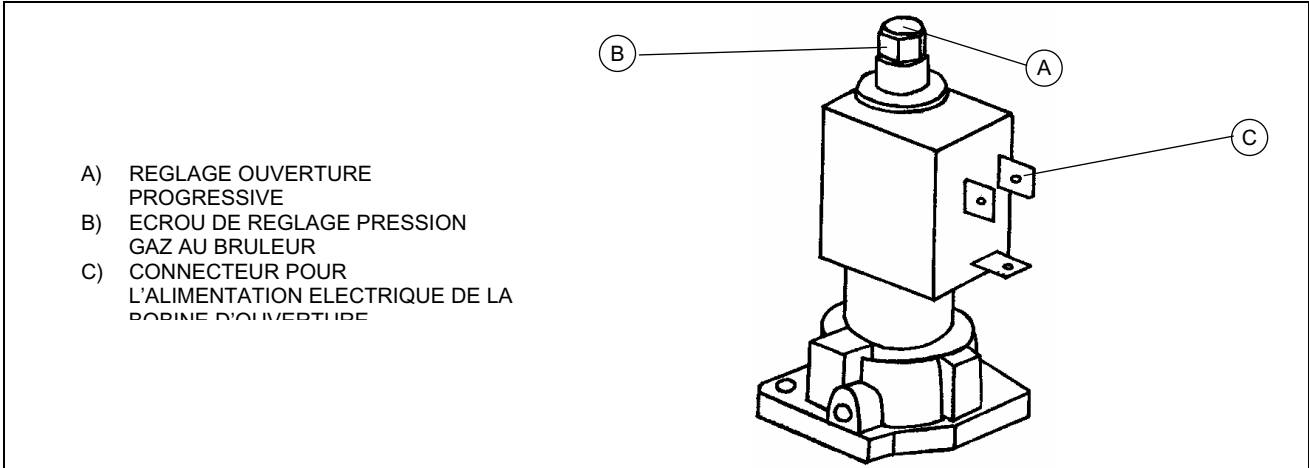

Figure 20 – VANNE HONEYWELL
- Régler la pression au brûleur avec la vis B en Figure 20 à la valeur indiquée dans le Tableau 2, en tournant en sens horaire pour l'augmenter ou en sens inverse horaire pour la diminuer (pour l'opération utiliser une clef à tube de 8 mm).
Vérifier que la vis de réglage B soit fermée (Figure 20) en cas contraire fermez la complètement. De cette manière la pression au brûleur est directement en relation à la pression d'alimentation; s'assurer donc d'avoir une pression d'alimentation de 37 mbar (pour gaz G31). La réduction de la pression d'alimentation est possible avec réducteurs de pression convenables de premier saut, en proximité de la citerne de gaz liquide, pour réduire la pression à 1,5 mbar et un réducteur de deuxième saut de 1,5 mbar ou 37 mbar en proximité de l'appareil, mais toujours à l'extérieur du bâtiment.
Pour le réglage de la lente ouverture procéder comme indiqué ci dessous (voir Figure 20):